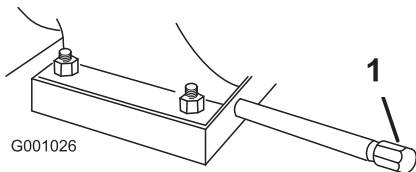

Figure 42
1. Nettoyez la surface autour du bouchon de vidange d'huile (Figure 42).